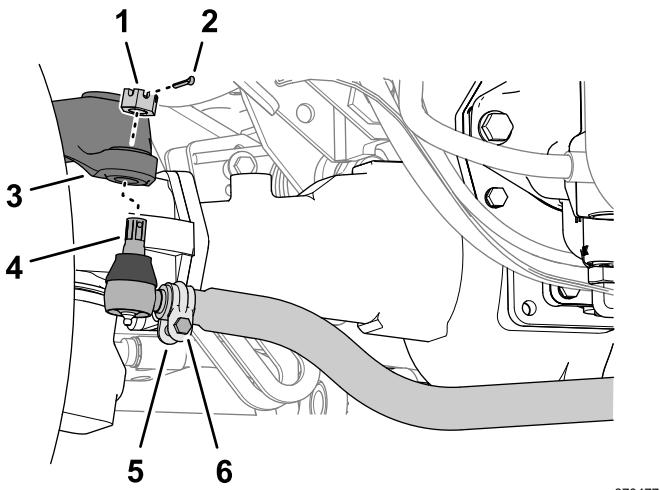

Bild 143
1. Entfernen Sie den Splint und die Schlitzmutter an der Hinterachse von beiden Zugstangenenden (Bild 143).